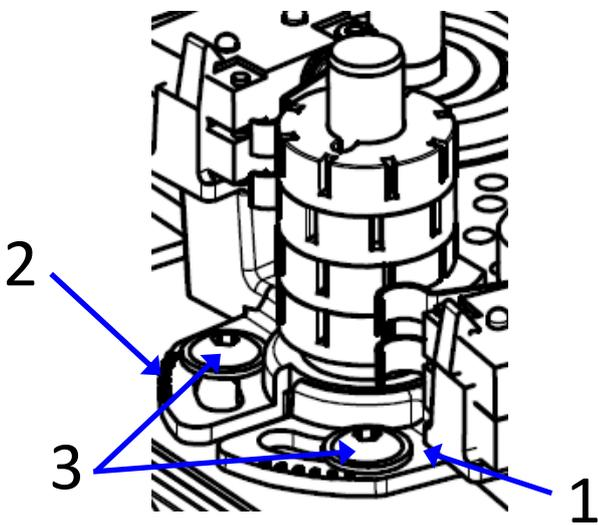

Figura 15: Soportes de los interruptores **PSQ2003/2803**
- \* Afloje los tornillos de ajuste de torsión (Figura 15, elemento 3) y gire los soportes del interruptor a la posición deseada.